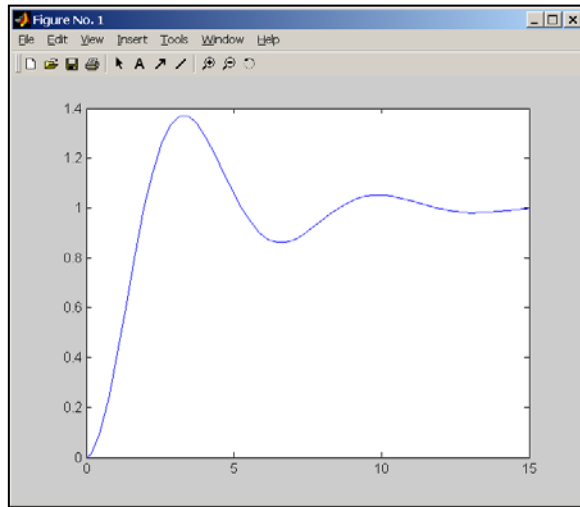

图 7.50 二阶系统时间响应
**【例 7.11 续】**运行二阶系统的阶跃响应，如图 7.50 所示。